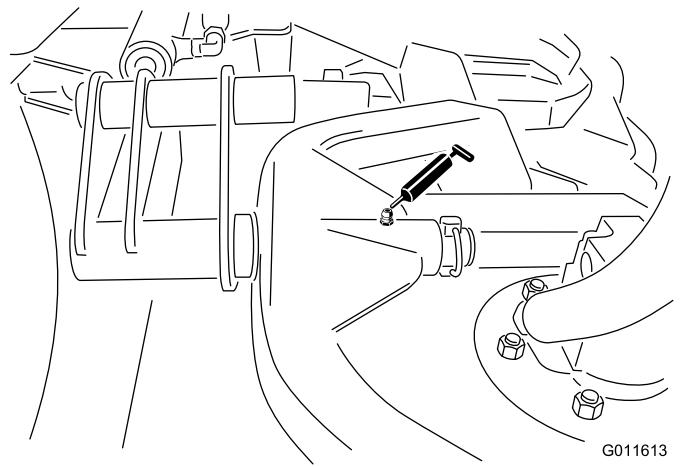

Figura 45
- Articulação da estrutura da unidade de corte (1 de cada) (Figura 45)